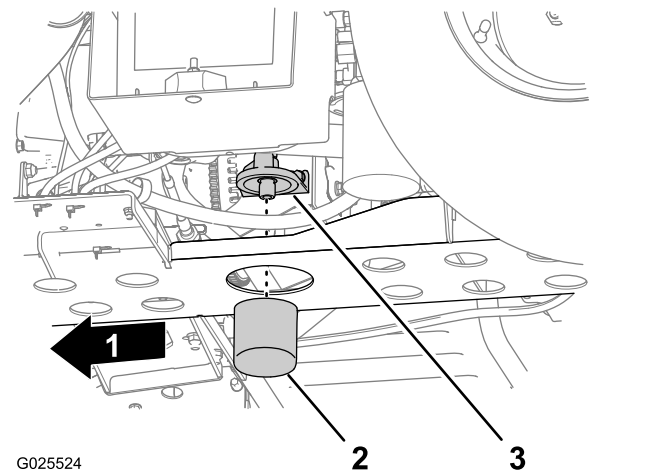

Bild 45
5. Nehmen Sie den Ölfilter vom Filteradapter ab (Bild 45).
6. Wischen Sie die Dichtung des Filteradapters ab (Bild 45).
8. Schrauben Sie den Filter auf, bis die Dichtung die Dichtung des Filteradapters berührt. Ziehen Sie den Filter dann noch um eine  $\frac{1}{2}$  bis  $\frac{2}{3}$  Umdrehung an (Bild 45).